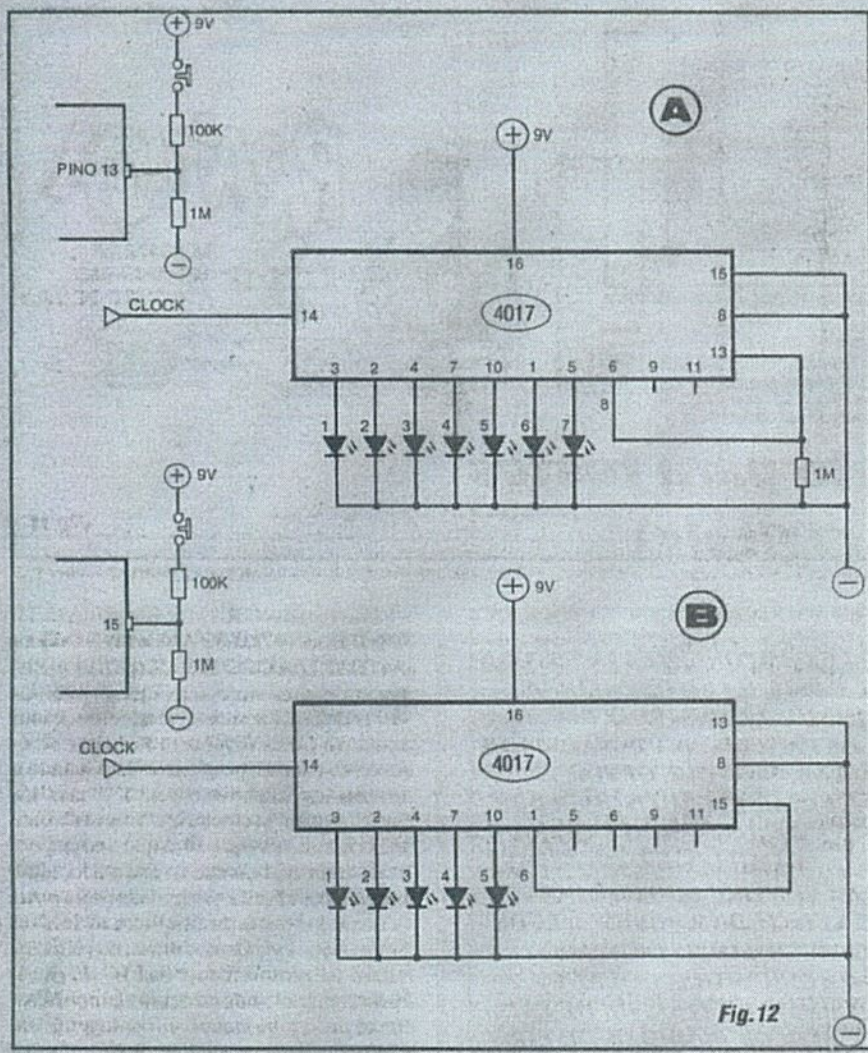

Fig. 12
- FIG. 12-A - UTILIZANDO O PINO 13 (AUTORIZADOR DE CLOCK) - A efetiva contagem, ou o sequenciamento das Saídas do 4017 apenas é possível enquanto o pino de *Clock Enable* (13) estiver recebendo um nível "0" ("baixo")... Quando a tal pino é aplicado um nível "1" ("alto"), a Entrada geral de *clock* fica "inibida", para de aceitar os pulsos, com o que a contagem fica interrompida, restando em estado "alto" unicamente a Saída que *assim se encontrava* no exato momento da aplicação de nível "1" ao pino 13... Dessa forma, no primeiro arranjo (diagrama menor da FIG. 12-A...), é possível, apertando-se o *push-button* N.A., congelar ou bloquear a contagem, em qualquer ponto ou estágio desta... Observar que o pino 13 é mantido "baixo" pelo resistor de 1M, em condição de "espera", mas que, ao ser premido o interruptor, via resistor de 100K estabelece-se uma condição "alta" no dito pino... Lembrando que a Saída "ativa" ("da vez") do 4017 sempre se manifesta "alta" (todas as demais, "baixas"...), é possível ainda organizar uma interessante estrutura "automática", na qual um das próprias Saídas é usada para o acionamento do pino 13 (diagrama maior da FIG. 12-A...). No caso do exemplo, queremos que o 4017 "conte" apenas até a sua sétima Saída (e não até a décima, como seria normal...). Isso é feito mantendo-se o pino de *clock enable* "baixo" via resistor de 1M, porém ligado à oitava Saída de contagem (pino 6). Como indicadores do sequenciamento, os 7 LEDs conetados às 7 primeiras Saídas do 4017 irão acender em sequência, num ritmo determinado pelo "trem" de pulsos aplicado ao seu
- FIG. 12-B - UTILIZANDO O PINO 15 (RESET) - Enquanto o pino 15 for mantido sob nível "baixo" (digitalmente em "0"...) a contagem dos pulsos aplicados à Entrada de clock e o consequente sequenciamento das Saídas se dará normalmente, com cada uma delas (desde a primeira, ou "0", até a
décima, ou "9"...) assumindo progressivamente a condição digital "1", ao fim do que novamente todo o ciclo recomeça, de forma indefinida (enquanto estiverem sendo aplicados pulsos ao pino 14...). Se, contudo, for aplicado momentaneamente um nível "1" ao pino 15, *esteja a contagem "onde" estiver, nos 10 estágios possíveis*, esta é imediatamente "resetada" ou zerada, com o que se reinicia automaticamente, a partir da Saída "0" (pino 3). Notar que, *além da "resetagem"*, enquanto o pino 15 for mantido "alto", apenas a Saída inicial do sequenciamento (citado pino 3...) se mostrará "alta", permanecendo todas as demais em "0"... Apenas quando novamente o pino 15 for digitalmente "abaixado" é que a contagem/sequenciamento poderão reiniciar (e sempre - nesse caso - a partir do pino 3...). No diagrama menor da FIG. 12-B vemos um arranjo "passivo", no
qual a pressão sobre o *push-button* N.A. gerará o imediato "resetamento" da contagem (seu retorno a "zero"...). Observar que o resistor de 1M mantém o pino 15, em condição normal, em estado "baixo", mas que ao ser fechado o interruptor de pressão, via resistor de 100K o dito pino se coloca "alto"... Dessa forma, a qualquer momento, e esteja a contagem "onde estiver", dentro dos 10 estágios possíveis, é possível reiniciá-la (com um breve toque no botão do interruptor...) ou mesmo "congelá-la em zero" (premiendo-se e assim mantendo o dito interruptor...). Também é possível (ver diagrama maior da FIG. 12-B...) "automatizar o resetamento", utilizando-se para tanto de uma das próprias 10 Saídas do 4017... Com tal providência, podemos "encurtar" a contagem...! No exemplo, queremos que o 4017 conte "até o quinto estágio", retornando o sequenciamento automaticamente ao seu início, e assim indefinidamente... Pois bem: basta aplicar diretamente a *sexta* Saída (pino 1) ao pino 15, com o que, assim que o pino 1 se mostrar "alto", um breve "1" é aplicado ao pino de *reset*, zerando a contagem e "encurtando" o sequenciamento (que passa - no caso do exemplo - a ter apenas *cinco* estágios, contra os *dez* normais...). Essa possibilidade de fazer o 4017 contar sequencialmente números *menores do que 10* pode ser vantajosamente usada em muitos circuitos práticos, conforme veremos em várias montagens mostradas em APE e também em alguns exercícios práticos ao longo do "Curso" do ABCDE...